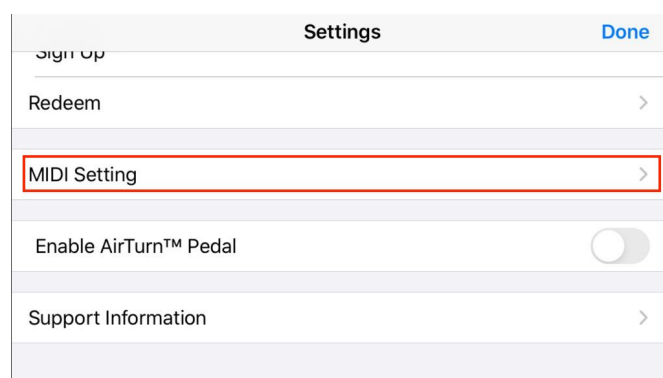

Figura 3. Acceso al menú de configuración MIDI en la aplicación JamUp
2. Seleccione *MIDI Setting* para acceder a la configuración MIDI (Figura 3).